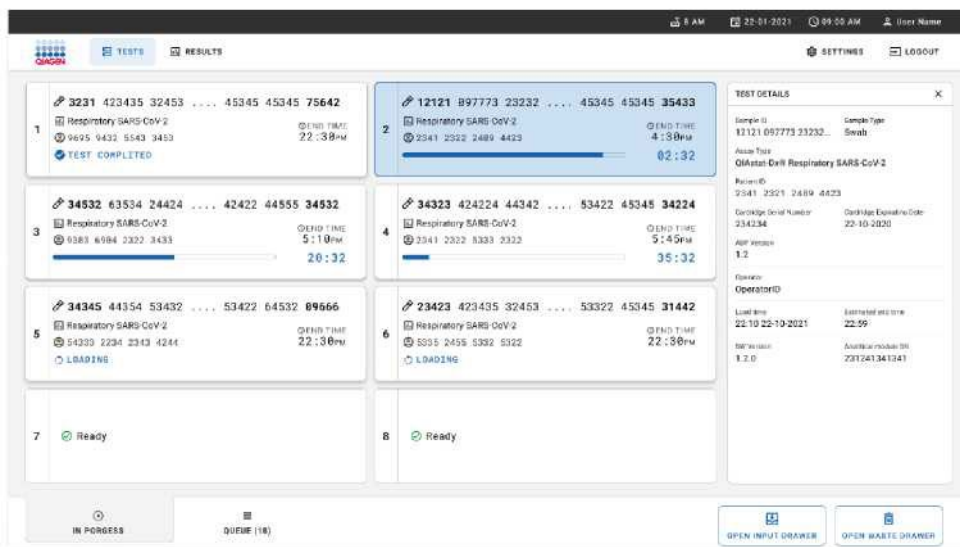

Рис. 33. Информация о выполнении теста на экране очереди.
17. Во время выполнения тестов оставшееся время выполнения и другая информация для всех тестов в очереди отображаются на сенсорном экране (рис. 33).